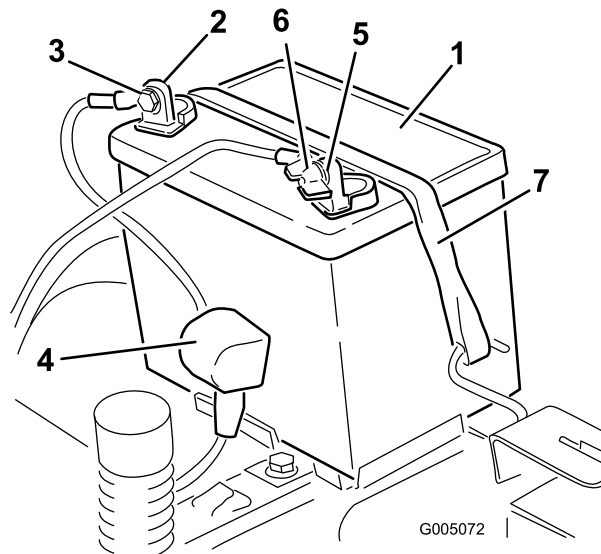

Figure 32
4. Débranchez le câble négatif (noir) de mise à la masse de la borne de la batterie (Figure 32). Mettez les fixations de côté.
5. Repoussez le capuchon en caoutchouc sur le câble positif (rouge). Débranchez le câble positif (rouge) de la borne de la batterie (Figure 32). Mettez les fixations de côté.
6. Enlevez la sangle de maintien de la batterie (Figure 32) et ôtez la batterie de son support.
1. Placez la batterie dans son support en tournant les bornes vers la position de fonctionnement (Figure 32).
5. Fixez la batterie en place à l'aide de la sangle de maintien (Figure 32).